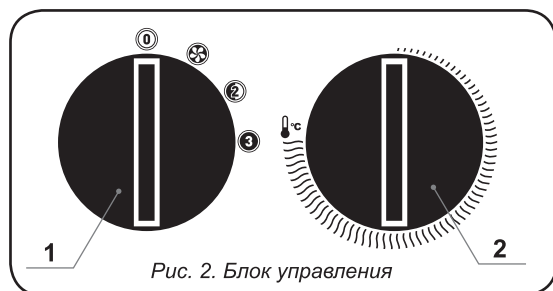

Рис. 2. Блок управления
6.1. Перед включением тепловентилятора в сеть ручка переключателя режимов 1 (рис. 2) должна находиться в положение «0» (0), а ручка терморегулятора 2 повернута в крайнее против часовой стрелки положение.